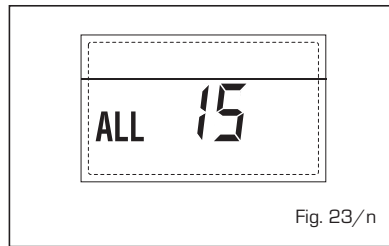

Fig. 23/n
- **ANOMALÍA SONDA EXTERNA " PARRADEANT" (fig. 23/p)**